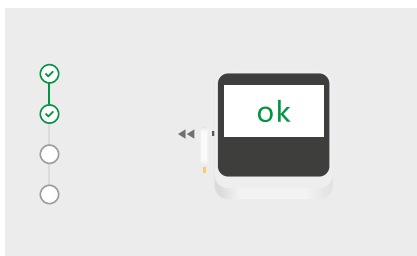

Рис. 31 Виріб працює належним чином
- Напис OK на екрані (рис. 31) означає, що виріб працює належним чином.